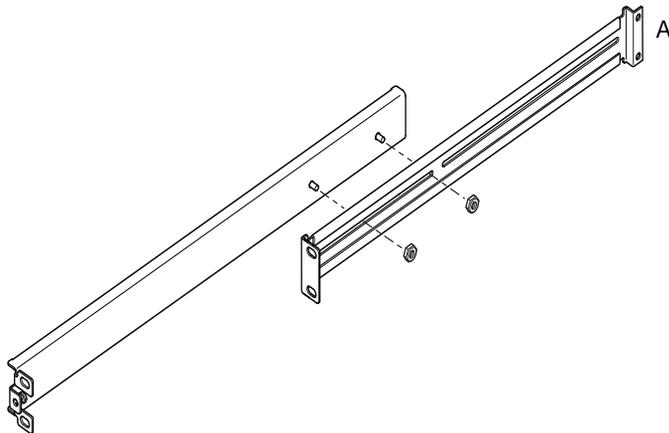

FIGURA 3-2 Slitta per rack di espansione Sun alto 72 pollici
Nel caso di un rack Sun StorEdge alto 72 pollici e largo 19, l'estremità a doppio angolo (A) deve trovarsi sul lato posteriore (vedere la FIGURA 3-2).